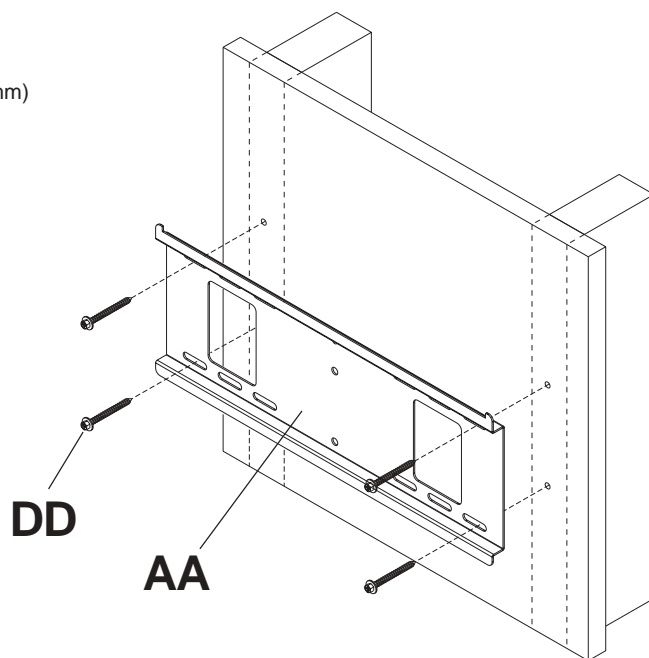

fig. 1.2
- 1 La plaque murale (**AA**) peut être montée sur deux montants espacés de 40 cm (16 po). Utilisez un localisateur de montants pour repérer les bords des montants. L'usage d'un localisateur bord à bord est fortement conseillé. En fonction de leurs bords, tracez une ligne verticale le long du centre de chaque montant. Utilisez la plaque murale comme gabarit et placez-la sur le mur. Les fentes de montage supérieures doivent être situées au-dessus du centre de l'écran, comme indiqué par la dimension **X** sur la figure 1.1 et le tableau ci-dessous. Mettez la plaque de niveau et marquez le centre des quatre trous de montage. Assurez-vous que les trous de montage se trouvent sur les axes des montants. Percez quatre trous de 0,4 cm (5/32 po) de diamètre et de 6,5 cm (2 1/2 po) de profondeur. Assurez-vous que la plaque murale est de niveau, fixez-la à l'aide de quatre vis à bois n° 14 x 2,5 po (**DD**), comme illustré à la figure 1.2.